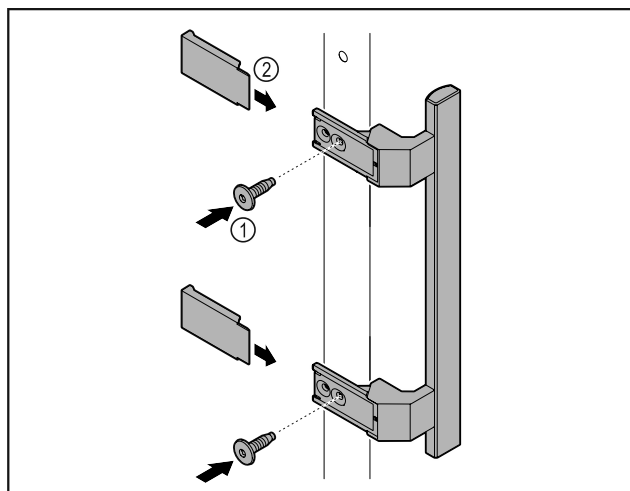

Fig. 46
- Fixer la poignée à la porte à l'aide des vis Fig. 46 (1) fournies.
- Poser les caches Fig. 46 (2).